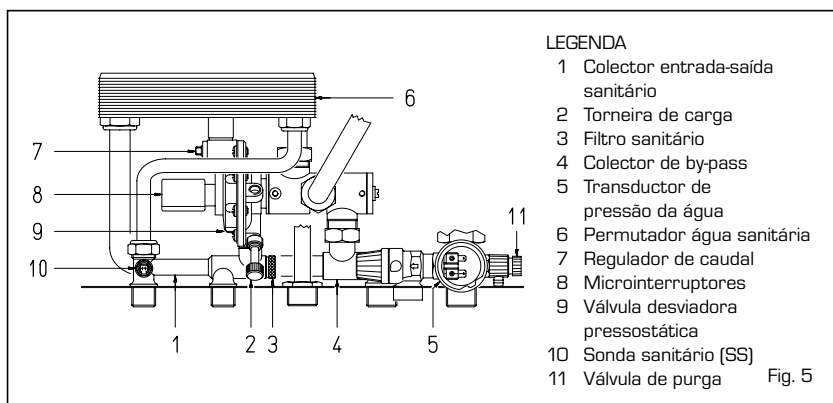

Fig. 5
- nas versões "25 OF - 30 OF - 25 BFR - 25 BF - 30 BF" faz-se mediante a torneira de carga da válvula pressostática (2 fig. 5).